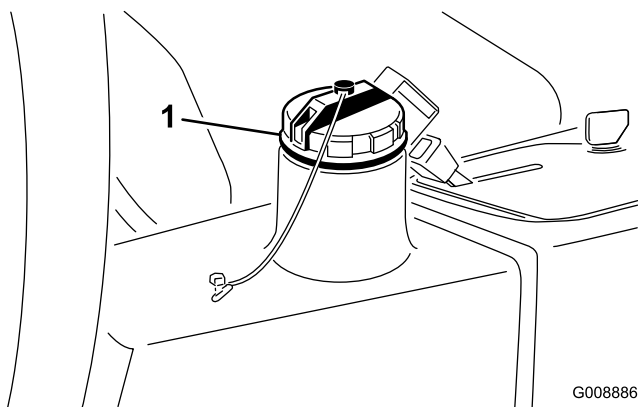

Figura 75
4. Riempite il serbatoio idraulico (Figura 75) con circa 13,2 litri di fluido idraulico; vedere Verifica dell'impianto idraulico \(pagina 29\).